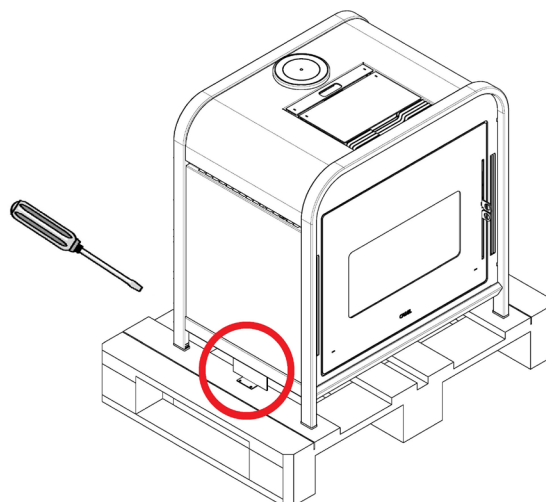

Fig. 1 - Extracción de las abrazaderas
- Quite las abrazaderas que bloquean los pies de la estufa (véase Fig. 1). Después, quite la estufa del palé.